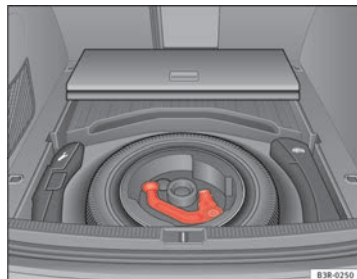

Fig. 162 Maletero: Rueda de repuesto con dispositivo para remolque
- Para vehículos con rueda de repuesto ⇒ **fig. 162**.